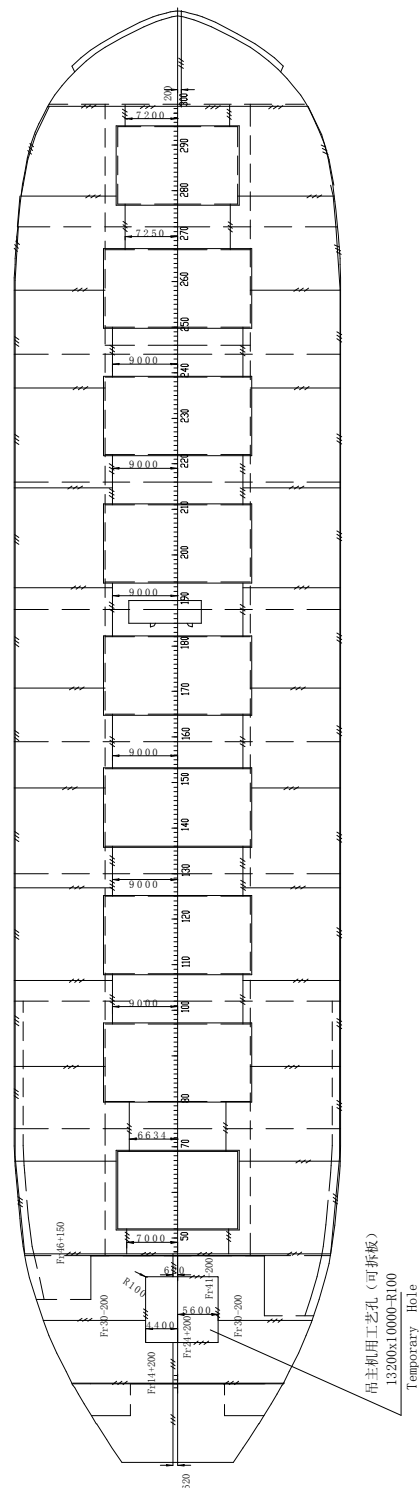

图 A.1 中纵剖面、主甲板船体临时通道及工艺孔布置图
4.1.1 临时人孔：对于狭窄部位，如艏、艉尖舱，作业时人进出不便，且不利于施工作业，可考虑开临时人孔。参见附录 A 中图 A. 1。
4.1.3 临时吊装孔：对于主机及舵机，常在主甲板贯通后才能吊装，所以需要在主甲板上布置临时吊装孔。待施工结束后封妥。参见附录 A 中图 A. 1。
料封补复原。参见附录 A 中图 A. 1、A. 2、A. 3、A. 4。
5.1 中纵剖面、主甲板船体临时通道及工艺孔布置图。参见附录 A 中图 A.1。
内容见图 A.1~A.4
- 图 A.1 中纵剖面、主甲板船体临时通道及工艺孔布置图。